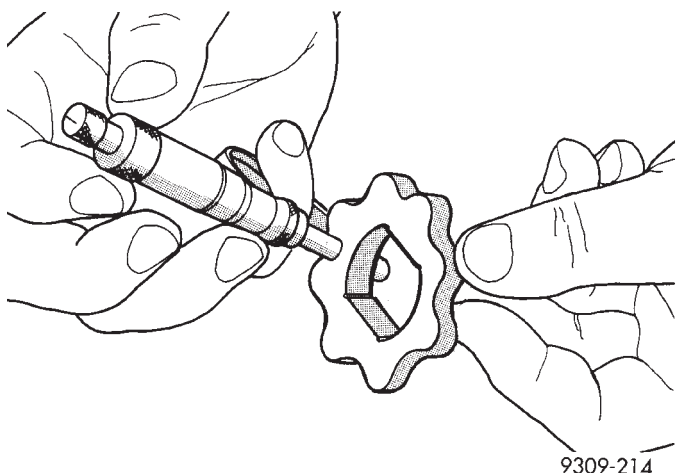

Abb. 95 Messen der Innenradstärke
(4) Beträgt die Stärke des Innenrads 9,4 mm (0,370 Zoll) oder weniger, Innenrad austauschen (Abb. 95).